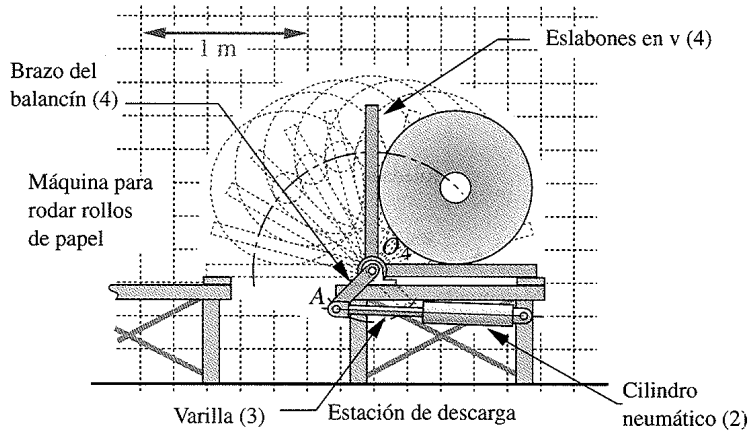

FIGURA P6-17 Problema 6-54
*6-54 La figura P6-17 muestra un mecanismo de descarga de rollos de papel impulsado por un cilindro neumático. En la posición mostrada, $AO_2 = 1.1$ m a 178° y O_4A es de 0.3 m a 226° . $O_2O_4 = 0.93$ m a 163° . Los eslabones en V están rigidamente conectados a O_4A . El cilindro neumático se retrae a una velocidad constante de 0.2 m/s. Dibuje un diagrama cinemático del mecanismo, escriba las ecuaciones necesarias, calcule y grafique la velocidad angular del rollo de papel y la velocidad lineal de su centro cuando gira 90° en sentido contrario al de las manecillas del reloj a partir de la posición mostrada.